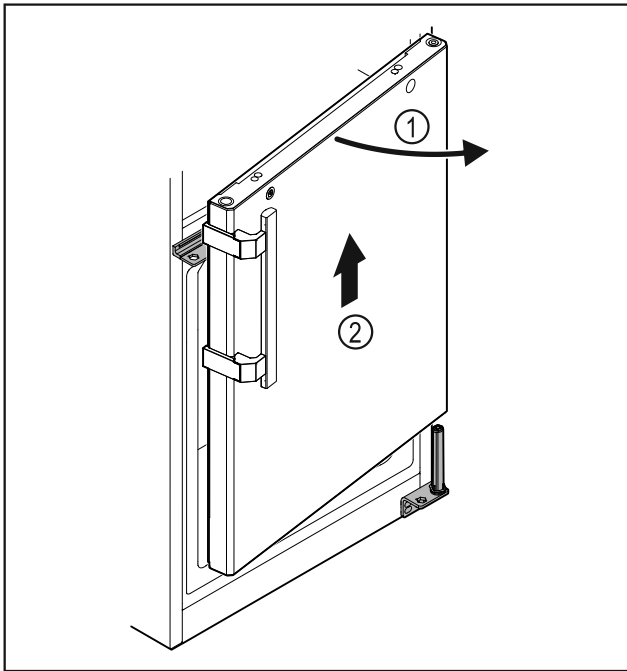

Fig. 33
- Az ajtót Fig. 33 (1) kissé nyissa ki, emelje meg felfelé kb. 200 mm-rel, majd vegye le Fig. 33 (2).